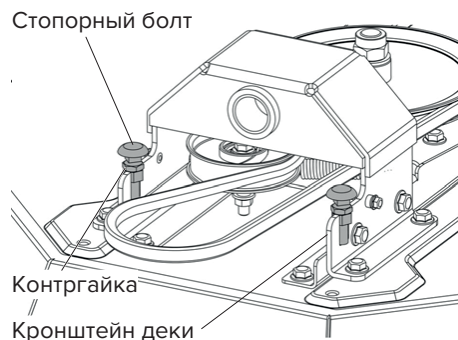

Рис. 8
1. Ослабьте обе контргайки с помощью гаечного ключа 18 мм, удерживая квадратную часть стопорных болтов с помощью гаечного ключа 12 мм (рис. 8). Поверните контргайку к головке болта.